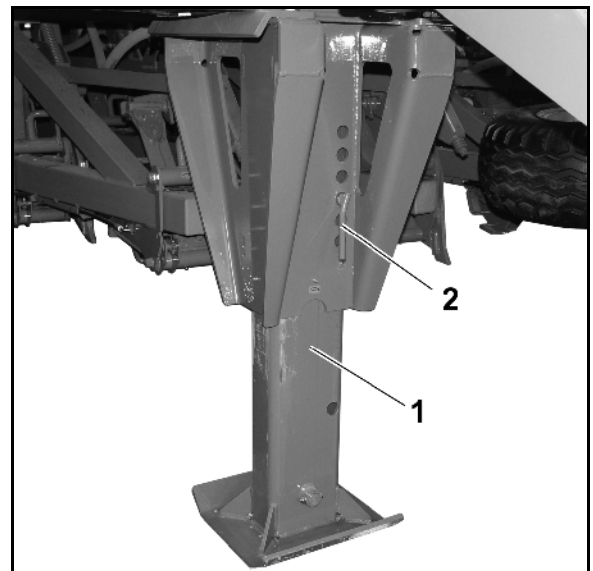

Рис. 49
- При отцепленном агрегате опора опущена (Рис. 49/1).
1. Вытяните палец (Рис. 49/2).